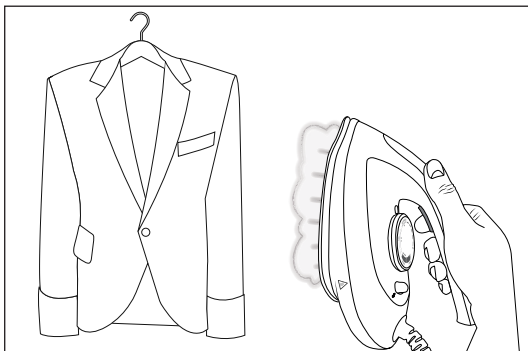

Fig. 10
- 5) Țineți fierul de călcat în poziție verticală și apăsați tasta pentru aburi **2** (a se vedea fig. 10).